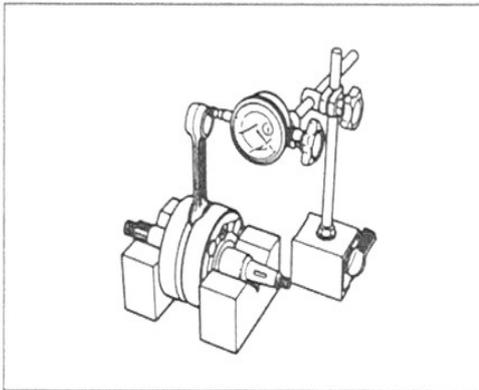

Bild 167
-  Messung der Pleuelstangen-Ausweichung gibt Aufschluss über Zustand des unteren Pleuellagers. Dazu Kurbelwelle wie in Bild 167 gezeigt lagern und Messuhr rechtwinklig an oberes Pleuelauge ansetzen; Verschleissgrenze 3,00 mm. Es darf kein Höhenspiel fühlbar sein!